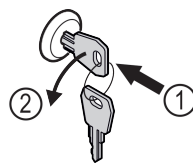

Fig. 170
- ▶ Introduceți cheia prin apăsare. Fig. 170 (1)
- ▶ Rotiți cheia cu 90° în sens invers acelor de ceasornic. Fig. 170 (2)